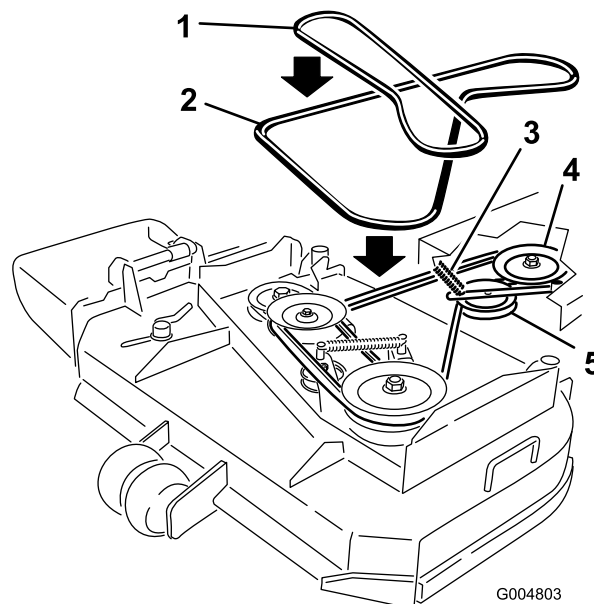

Figure 45
- Retirez la courroie de la poulie centrale sur le plateau de coupe (Figure 45). Procédez avec précaution lors du retrait de la courroie, car la tension est augmentée par la poulie de tension rappelée par ressort.
- Retirez la courroie de la poulie de moteur et la poulie de tension rappelée par ressort (Figure 45).
- Placez une courroie neuve sur la poulie de moteur et la poulie de tension rappelée par ressort (Figure 45).
- Installez la courroie sur la poulie centrale du plateau de coupe (Figure 45). Procédez avec précaution lors de la repose de la courroie, car la tension est augmentée par la poulie de tension rappelée par ressort.